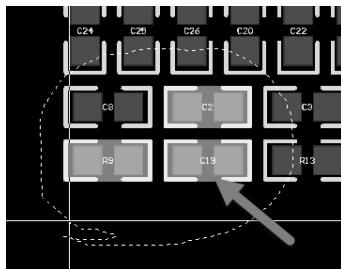
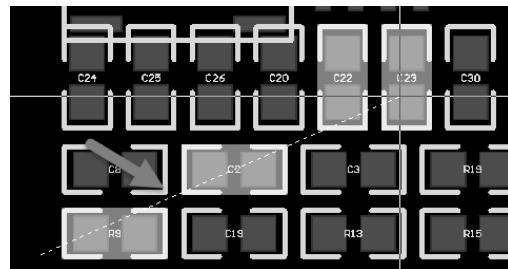

图 9-22 滑选操作
图 9-23 线选操作
- ① Lasso 选择：滑选，按快捷键“SE”，激活滑选命令，在 PCB 设计交互界面滑动，把需要选择的对象包含在滑选滑动的范围之内即可完成选择，如图 9-22 所示。
- ② 区域内部：框选，按快捷键“SI”，把完全包含在框选范围内的对象选中。
- ③ 区域外部：反选，和框选相反，按快捷键“SO”，把框选范围之外的所有对象全部选中。
- ④ 线接触到的对象：线选，按快捷键“SL”，可以把走线碰到的对象全部选中，如图 9-23 所示。